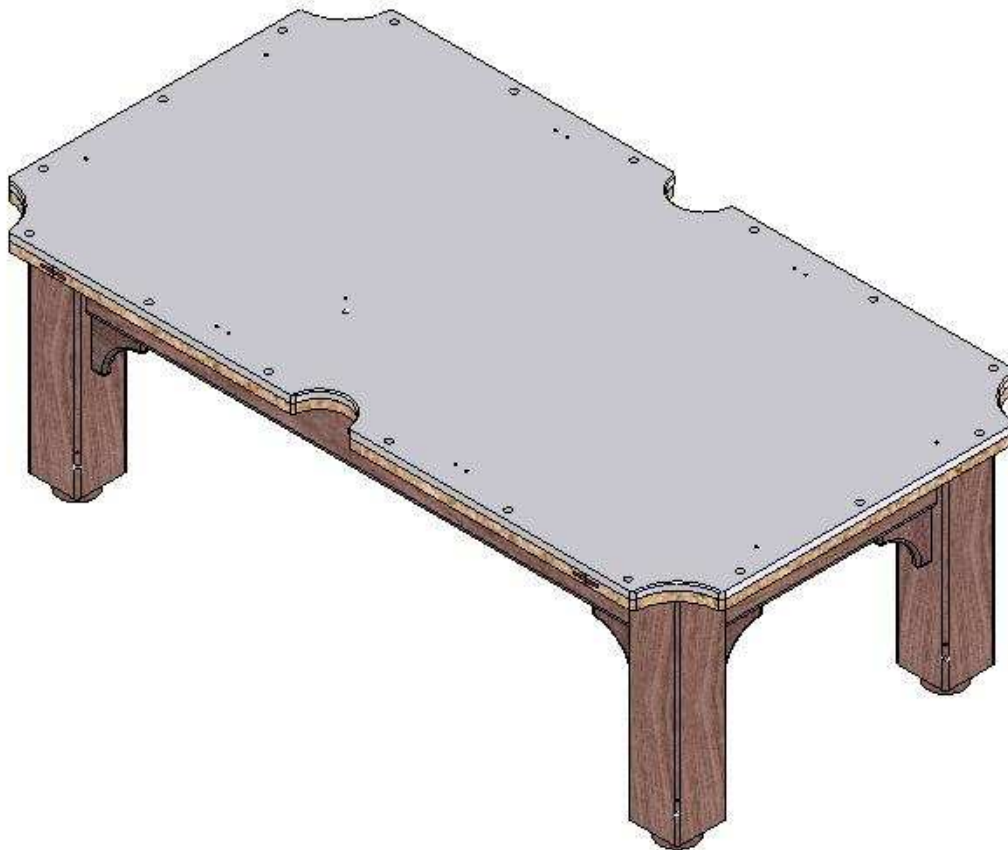

Рисунок 3.27
6. Уложите плиту (плиты) игрового поля (рис.3.27).